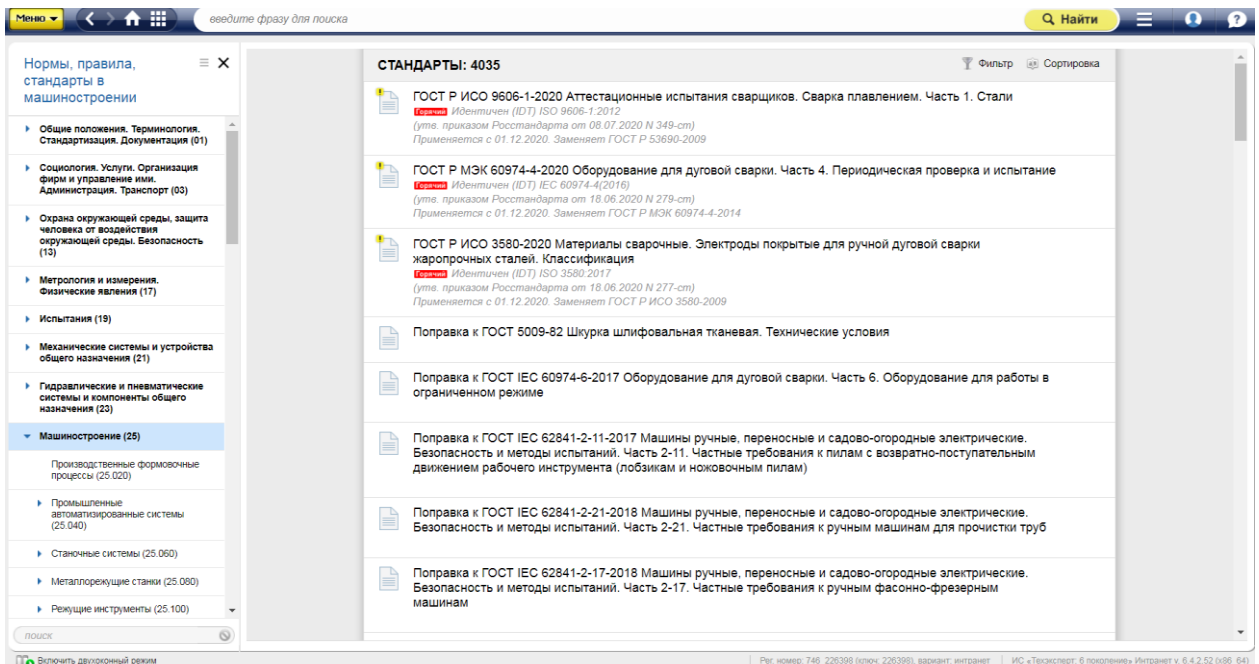

Рис. 7. Список документов рубрики «Машиностроение» в разделе «Нормы, правила, стандарты в машиностроении»
3. В оглавлении выберем и раскроем рубрику «Машиностроение» (для нее также реализованы подрубрики в соответствии с иерархией кодов ОКС). Рис. 7.